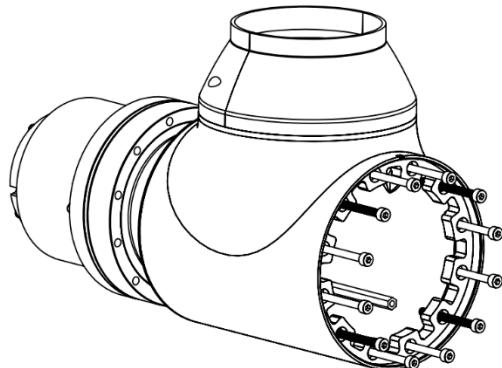

图 3-33 J2 轴模组安装示意图
**步骤6** 取出新的模组，如图 3-33 所示，将模组外圈（螺孔与螺孔之间的区域）涂一层黑威封胶，再将模组安装到 J2 轴外壳上，锁紧螺钉（安装螺钉时需涂一层螺纹胶），螺钉扭矩为：4.6N·m。